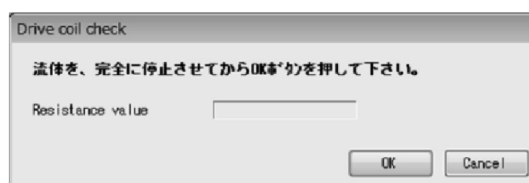

図106
- ① メニューの「Diag/Service(T)」をクリックし、「Test/Status」のドロップダウンリストの中から、「Self Diag」を選び、さらにその下の「Drive coil check」を再度クリックします。
- ② 次のウィンドウ(図106)が表示されます。ここではドライブ抵抗のチェックを行います。流体を完全に停止させた後、「OK」をクリックして下さい。